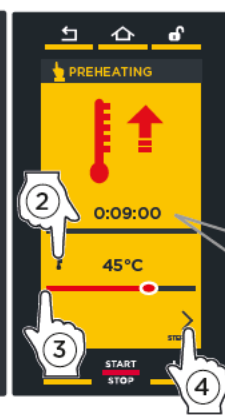

fig. S4
- ② fig. S4: raak het pictogram "TEMPERATUUR" aan;
- ③ fig. S4: gebruik de "TOETSEN + en -" om de gewenste waarde in te stellen: als u wenst dat de voorverwarming niet onderbroken wordt als de ingestelde temperatuur wordt bereikt, kunt u een tijd invoeren door de cursor van het veld "KLOK" te verslepen.
- ④ fig. S4: raak het symbool aan om terug te keren naar het scherm met de parameterinstellingen.